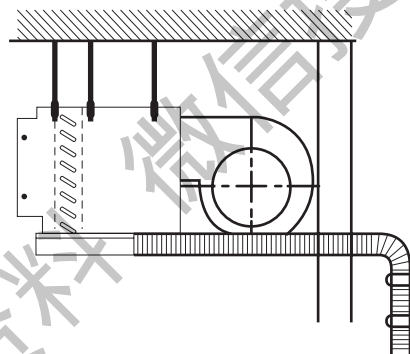

图 9
4. 室内机组与室外机组间的连接管以及排水管越短越好。(见图 9)